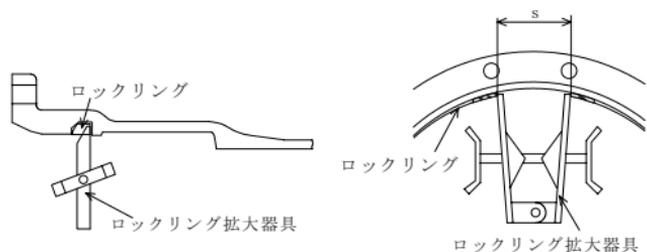

図6 ロックリング拡大器具の装着
- (2) 図6に示すようにロックリング拡大器具を用いて、ロックリング分割部が表5に示すs寸法（目安値）になるまで拡大する。